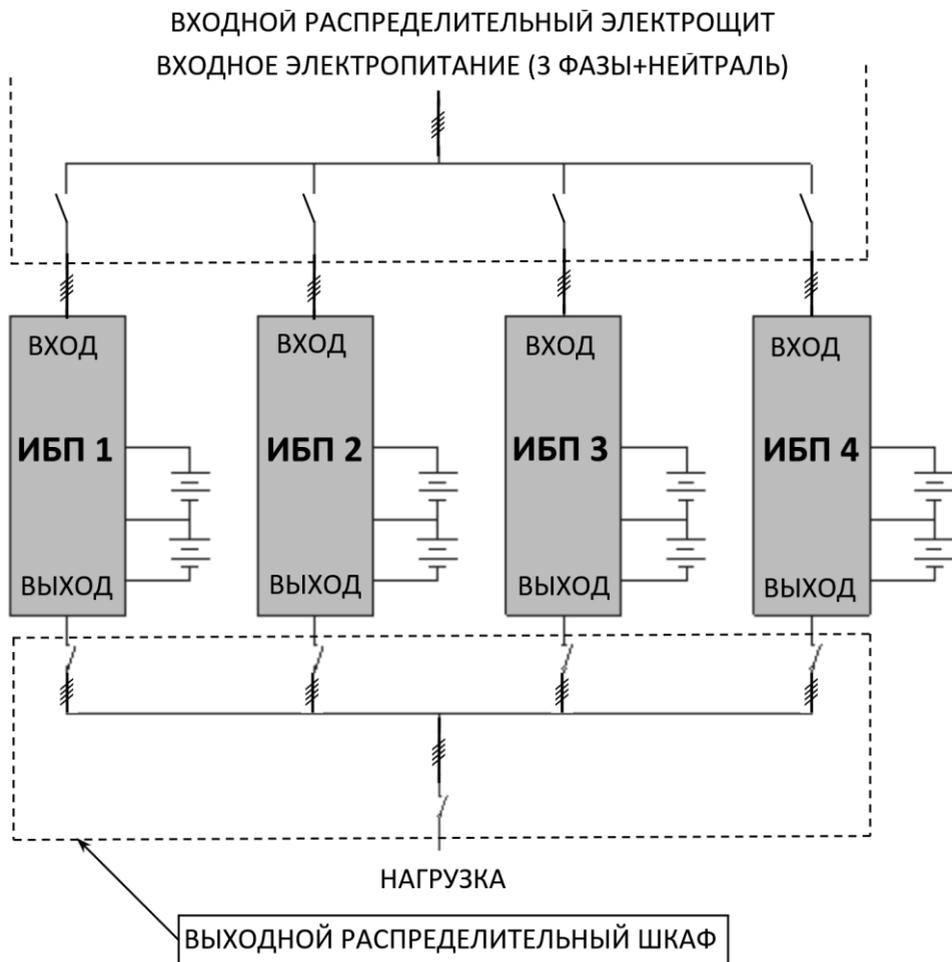
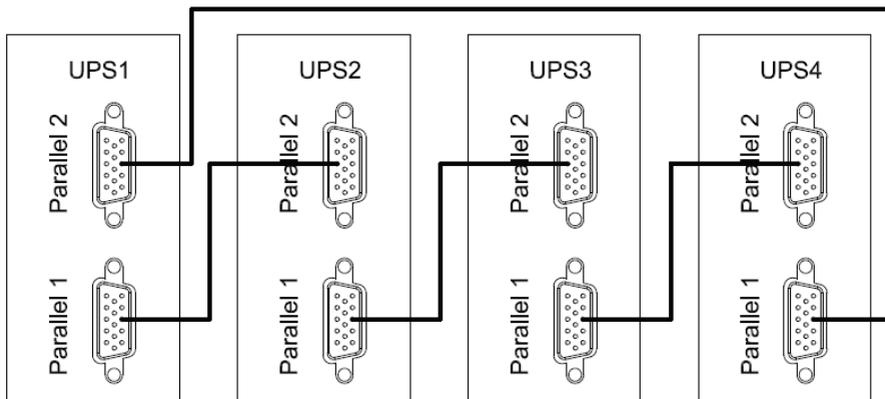

Рисунок 24 — Пример схемы подключения четырех изделий в систему параллельного резервирования с выходным распределительным шкафом.
Рисунок 25 — Схема соединения изделий в «кольцо» через параллельные порты.
**Изделие имеет встроенный параллельный контроллер и может работать в системе бесперебойного питания с параллельным резервированием (см. рисунок 24 и рисунок 25). Целью такой системы является либо повышение надежности (резервирование), либо увеличение общей выходной мощности (масштабирование).**
<p style="text-align: center;">ВНИМАНИЕ!</p> <p>Установите дополнительные внешние выходные выключатели (см. рисунок 24) между выходными клеммами каждого изделия и общими шинами, тщательно соблюдая фазировку.</p>
- отключите входное сетевое питания каждого изделия, убедитесь в том, что все внешние выключатели разомкнуты (см. рисунок 24);